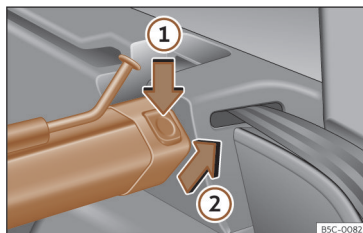

Fig. 182 En el maletero: desmontar la red de separación.
- Presione la tecla de desbloqueo izquierda o derecha >>> **fig. 182** en el sentido de la flecha ①.
- Extraiga la carcasa del soporte en el sentido de la flecha >>> **fig. 182** ②.
- Presione la carcasa en los soportes izquierdo y derecho en el sentido contrario al de la flecha >>> **fig. 182** ② hasta que encastre. Las marcas rojas de las teclas de desbloqueo no deberán verse más.